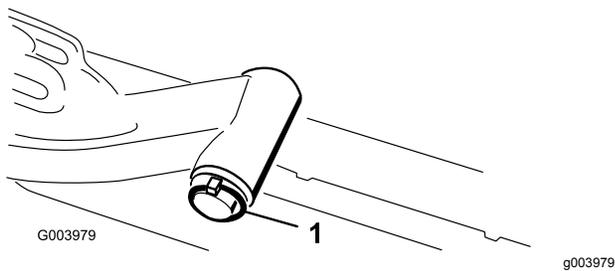

Figure 12
A. Retirez la goupille à anneau et la rondelle qui fixent l'axe de pivot du bras de relevage au bras de relevage, et sortez l'axe de pivot du bras (Figure 12).
- C. Insérez l'axe du bras de levage dans le bras et fixez-le à l'aide de la rondelle et de la goupille à anneau (Figure 12).